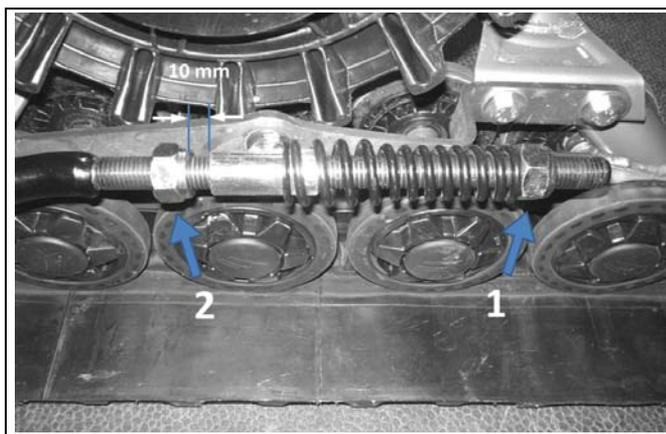

Figure 8
- Desserrer l'écrou (1) comprimant le ressort du bras stabilisateur (Voir la Figure 8).
- Régler l'écrou (2) afin de produire une distance de 10 mm tel qu'indiqué.
- Tourner l'écrou (1) jusqu'à ce qu'il vienne en contact avec le ressort. Comprimer ensuite le ressort en tournant cet écrou de 1,5 tour.